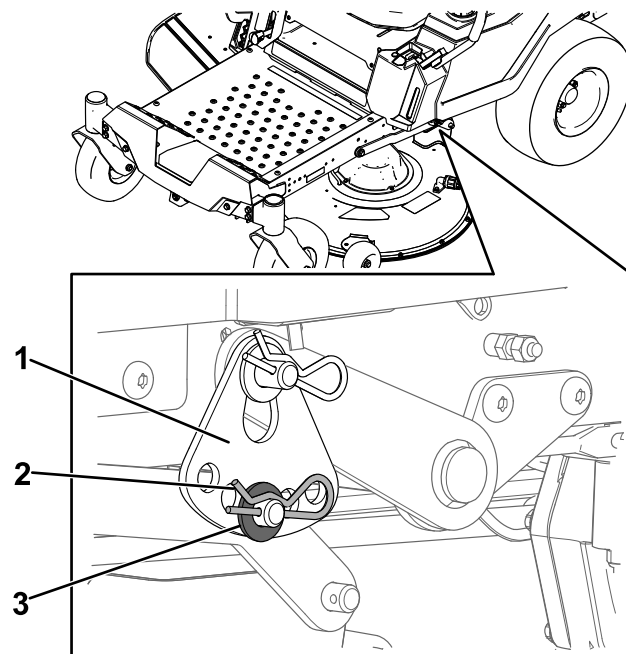

Figura 64
6. Retire la chaveta y la arandela del pasador inferior del brazo de elevación (Figura 64).
8. Instale la arandela y la chaveta (Figura 64).